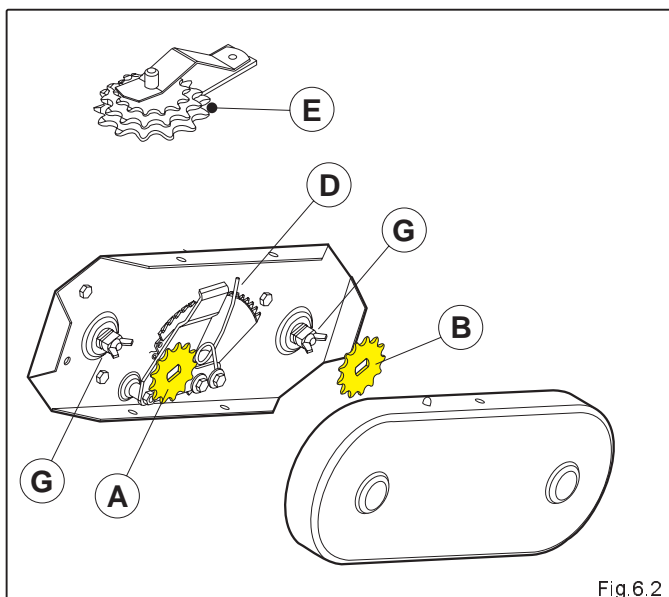

Fig.6.2
- 3) Allentare senza togliere le viti a galletto **G** che stringono gli ingranaggi **A** e **B**, quindi sfilare gli ingranaggi stessi (Fig.6.2).